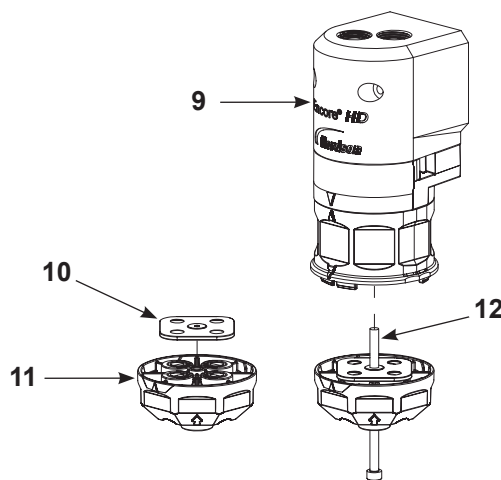

Рис. 23 Сборка прокладки и нижнего Y-блока
ПРИМЕЧАНИЕ: При каждой разборке насоса необходимо заменять прокладку Y-блока (поз. 10 на Рис. 23).
3. См. Рис. 23. Поставить прокладку (10) на нижний Y-блок (11), затем ввернуть длинный винт со стопорной шайбой (12) через нижний Y-блок в корпус пережимных клапанов, верхний Y-блок и продувочный коллектор. Затянуть винт моментом 2,8–3,4 Н•м (25–30 дюйм-фунтов).